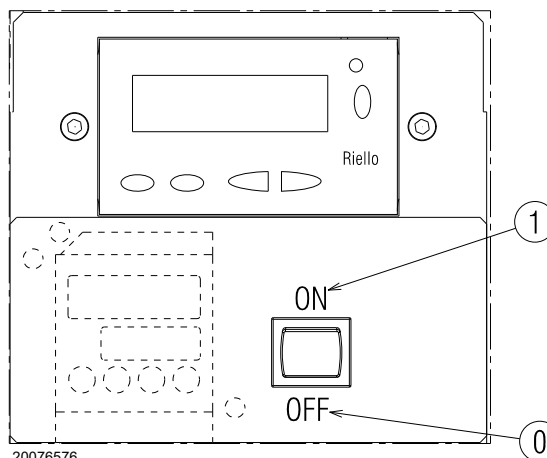

Fig. 26
Fermer les thermostats/pressostats et mettre l'interrupteur de la Fig. 26 en position «1/ON».
- mettre l'interrupteur de la Fig. 26 en position «0/OFF» et attendre que l'appareil effectue la phase d'extinction;
Le brûleur est en état d'attente de demande de chaleur ou le sélecteur «0-1» (Fig. 26 à la page 31) est sur la position «0».